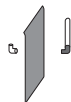

図 5
③目詰まりサインを止めているボルト2本を外し、保護エルボも取り外してください。（図5）